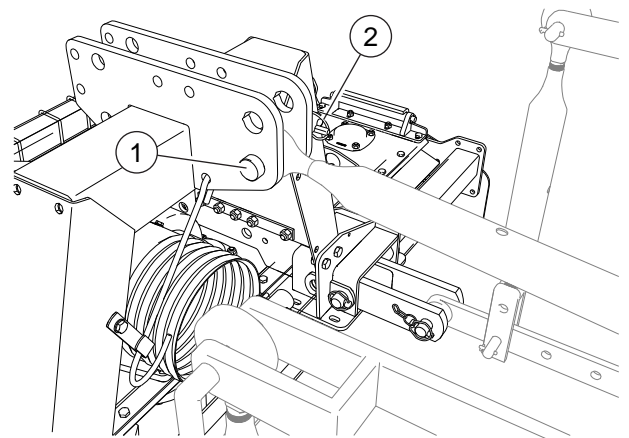

FIG. 25
- Den Koppler des Hebers an den 3-Punkt-Anschluss nähern ("Fig. 25"). Den Koppler so regulieren, dass die Maschine auf den Boden positioniert bleibt. Den Anbau-Pin einsetzen (1). Den Pin mit dem ausgestatteten Auslöse-Splint sperren (2).